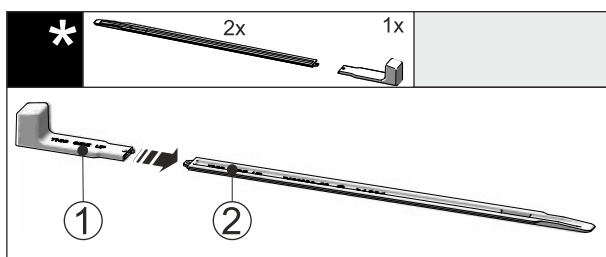

Fig. 54
- ▶ Įkiškite montavimo rankeną Fig. 54 (1) į išlyginamąjį bėgelį Fig. 54 (2).